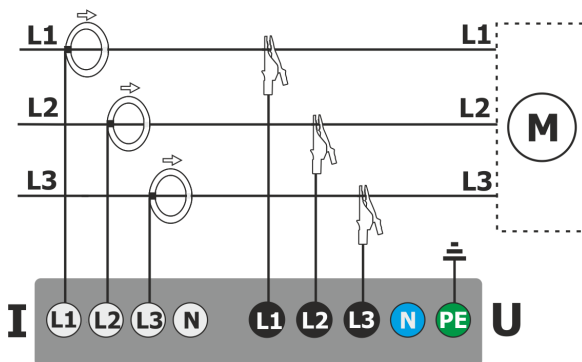
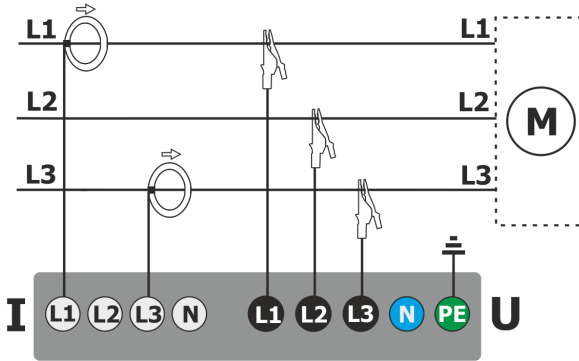

Fig. 54. Esquema de conexión – sistema trifásico de 3 hilos, trifásico triángulo abierto.
Fig. 55. Esquema de conexión – sistema trifásico de 3 hilos de Aron (medición de corrientes mediante el método de Aron de 2 elementos).
- sistema trifásico de 3 hilos, trifásico de 3 hilos de Aron / 2 elementos, trifásico triángulo abierto (Fig. 54, Fig. 55).
En los sistemas de tres conductores de AC se pueden medir las corrientes con el método de Aron (Fig. 55), usando sólo dos pinzas que miden las corrientes lineales  $I_{L1}$  y  $I_{L3}$ . La corriente  $I_{L2}$  se calcula entonces según la relación: